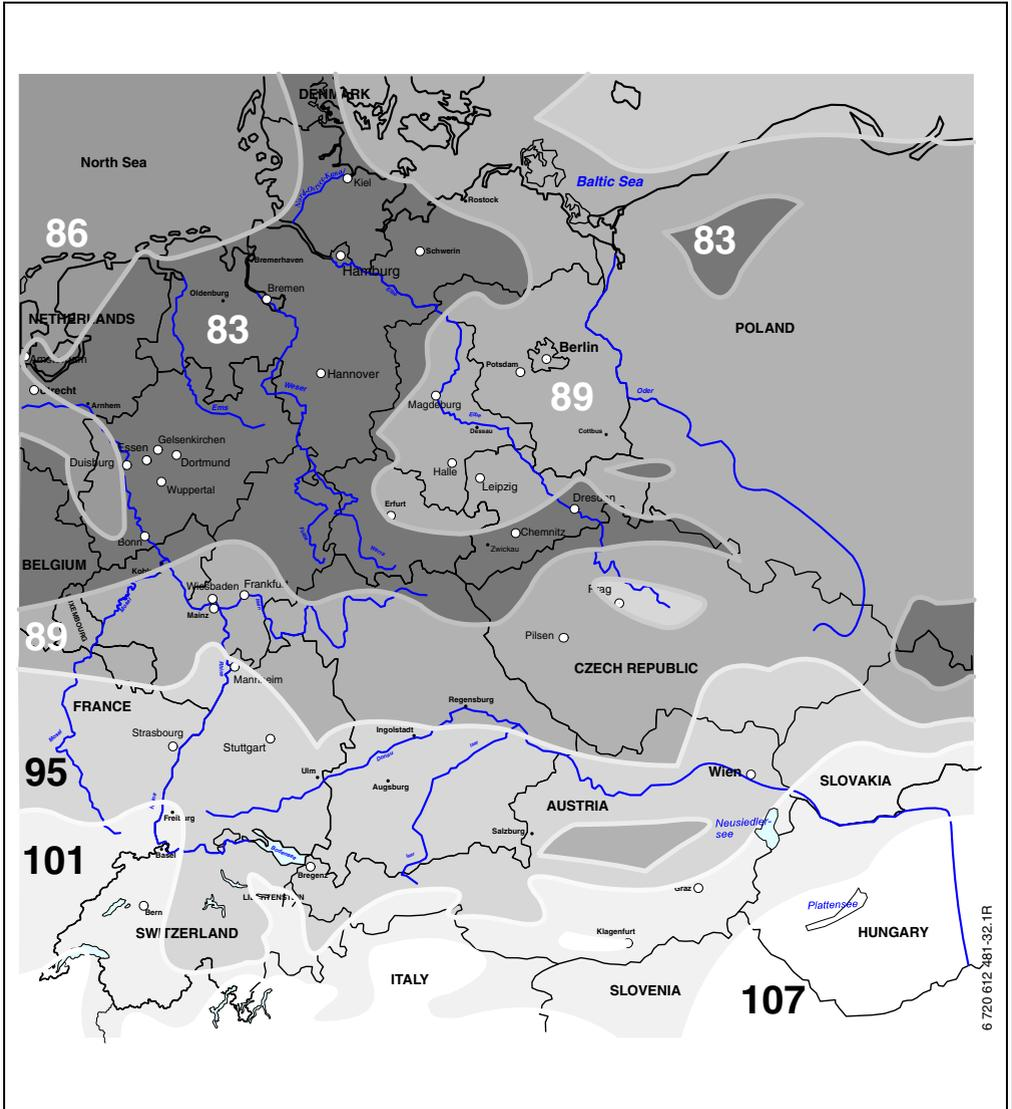

Bild 16 Karte mit Klimazonen für mitteleuropäischen Raum
- Suchen Sie den Standort Ihrer Anlage in der Karte mit den Klimazonen (Bild 16) und geben Sie den Wert der Klimazone ein.